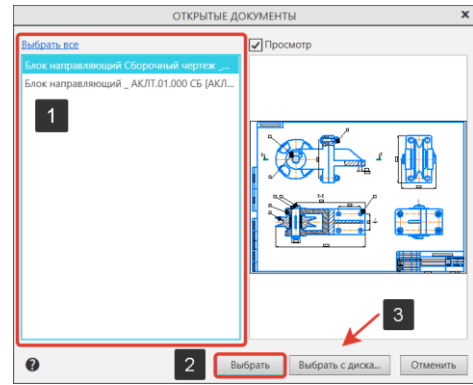
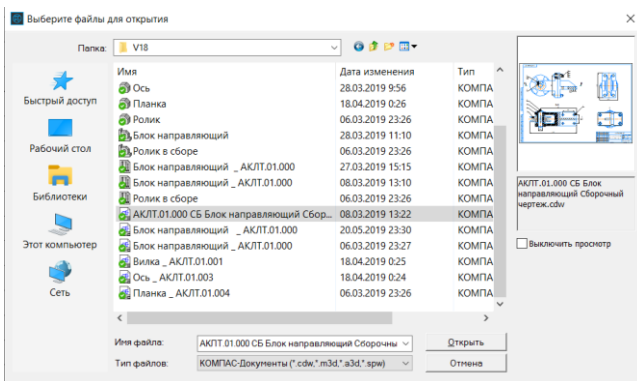

Рисунок 370 – Окно Открытые документы
Рисунок 371 – Окно проводника
- В окне открытых документов подсветим сборочный чертеж (1) и нажмем на кнопку Выбрать (2) (Рисунок 370). Если нужный документ отсутствует в списке открытых документов, их можно погрузить с диска, нажав на кнопку Выбрать с диска (3) (Рисунок 370). В окне проводника найдем нужный файл и нажмем на кнопку открыть (Рисунок 371);